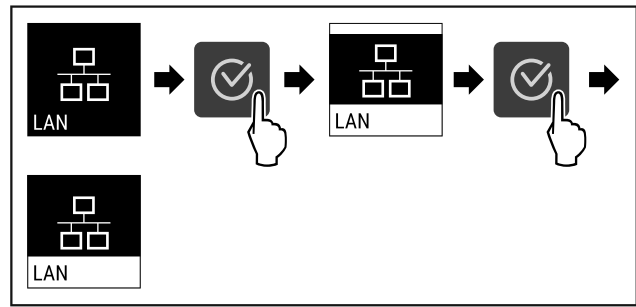

Fig. 81
- ▶ Følg anvisningene (se Fig. 81) .